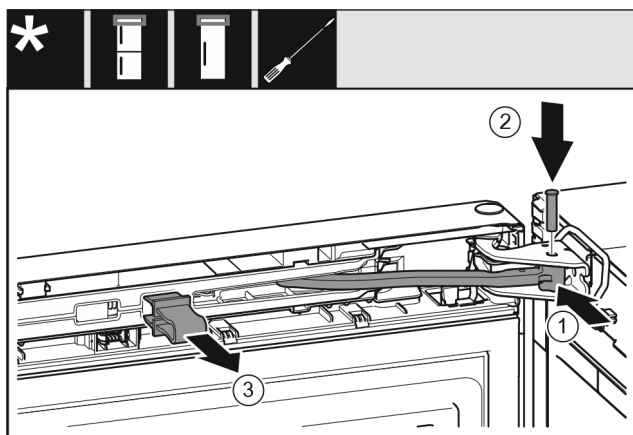

Fig. 61
- ▶ Tourner la jointure Fig. 61 (1) dans le support de palier.
- ▶ Insérer l'axe Fig. 61 (2) dans le support de palier et la jointure. Veiller à ce que l'ergot soit bien en place dans la rainure.
- ▶ Retirer la fixation Fig. 61 (3).